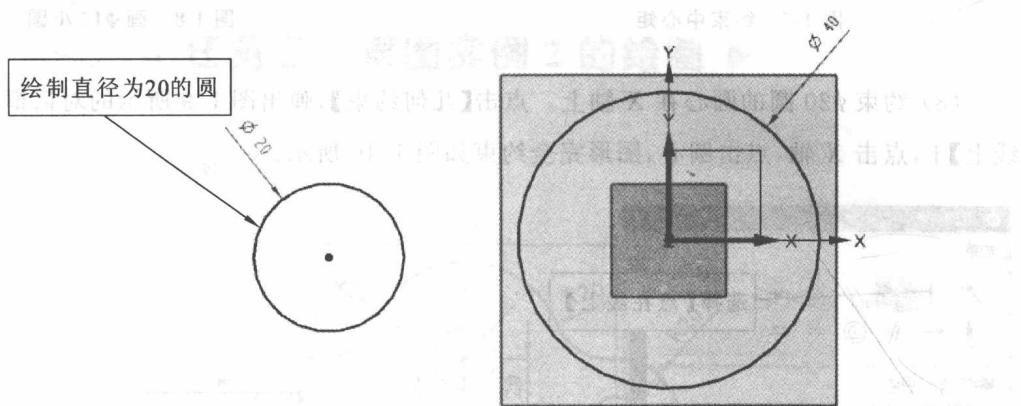

图 1-5 绘制直径为 20 的圆
(4) 同理, 绘制实例图左侧直径为 20 的圆, 如图 1-5 所示。